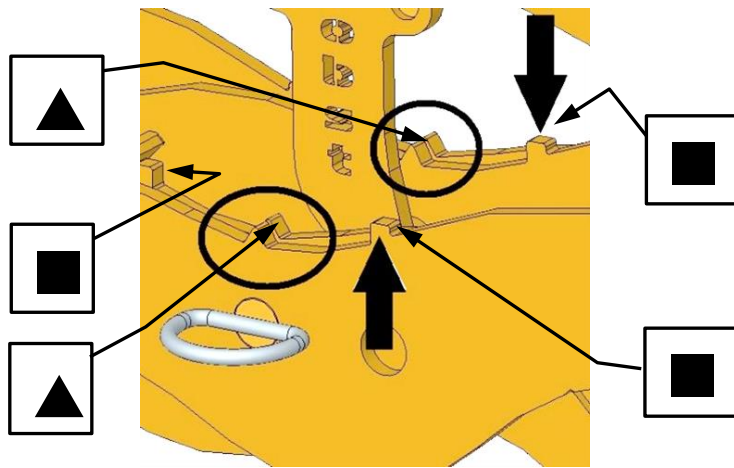
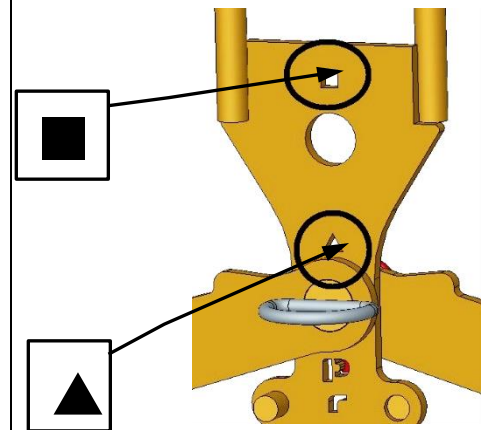

Fig. 2
Fig. 3
- Når gribeområdet er blevet indstillet, skal griberen sikres igen med stikbolten med splitten (8) eller med stikbolten (6).
- For dette gribeområde skal firkants ■-markeringerne på gribearmene (i centrum af griberen) være **sammenfaldende** (fig. 2), og på låsekrogen (2) skal firkants ■-markeringen være placeret over stikbolten med splitten (8) (fig. 3).
- For at kunne indstille gribeområdet, skal stikbolten (6) eller stikbolten med splitten (8) fjernes.